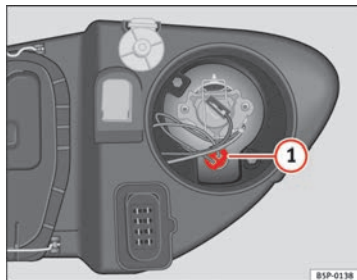

Fig. 171 Luz de presença
- Extrair o porta-lâmpadas ⇒ fig. 171 **1** para fora.